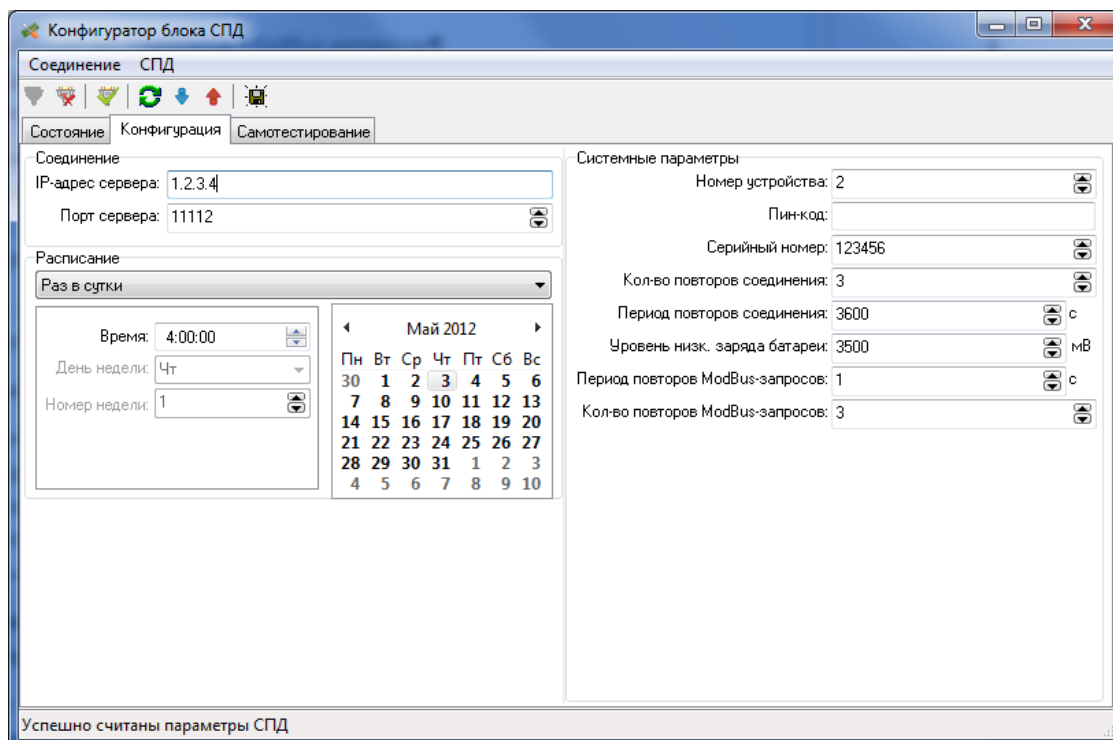

Рис.5. Вкладка «Конфигурация» программы «Конфигуратор блока СПД»
3.2.1. Для настройки параметров блока СПД перейдите на вкладку «Конфигурация». Окно программы примет вид, приведенный на рис.5.